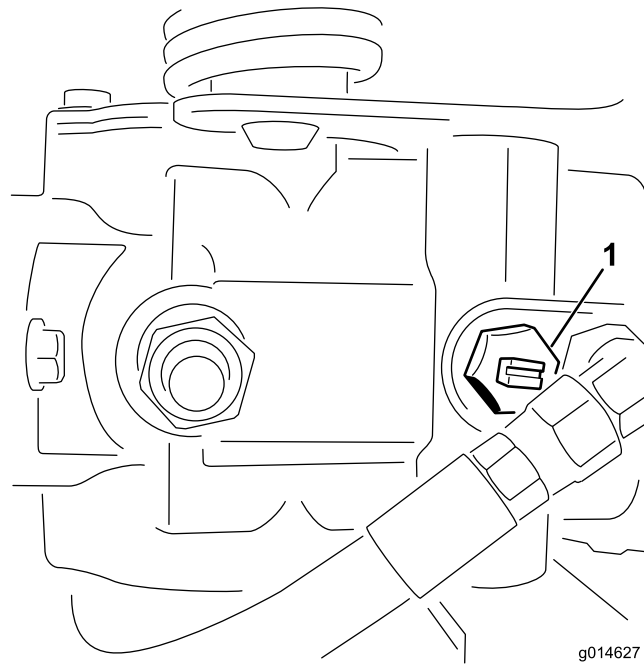

Figura 28
1. Localice la válvula de desvío en la bomba y gírela hasta que la ranura esté en posición vertical (Figura 28).
2. Antes de arrancar el motor, cierre la válvula de desvío girándola hasta que la ranura esté horizontal (Figura 28).